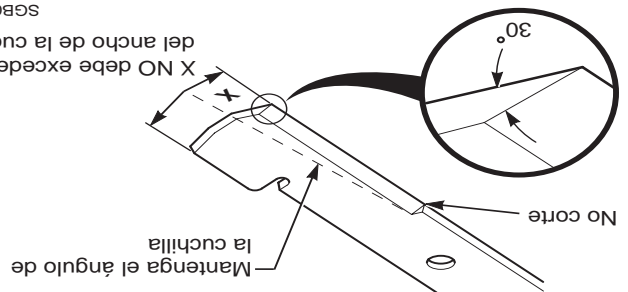

Figura 7-7 Afilado de la cuchilla
1. Afíle el borde de corte en el mismo bisel que el original. Vea la Figura 7-7. Sólo afíle la parte superior del borde de corte para mantener el filo.